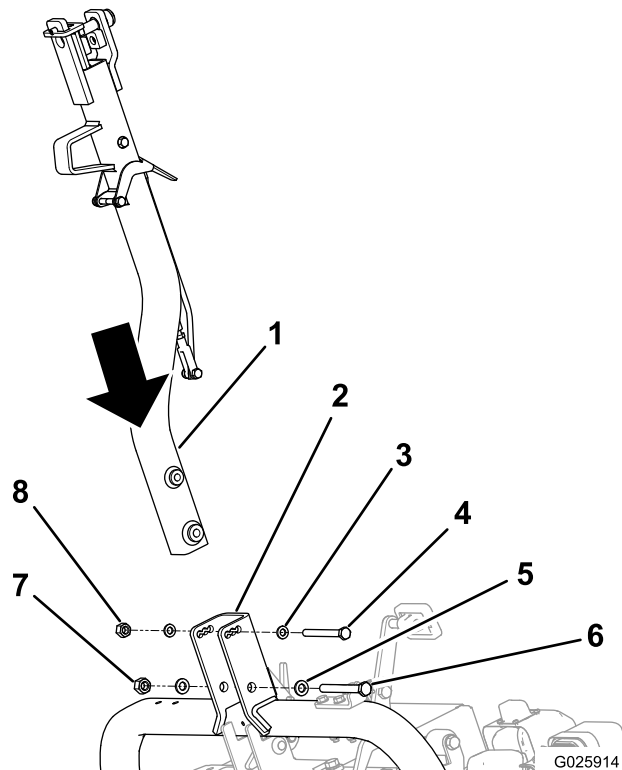

Рисунок 4
1. Прикрепите сцепку к кронштейну поворота сцепки с использованием соответствующих крепежных деталей, см. Рисунок 4.